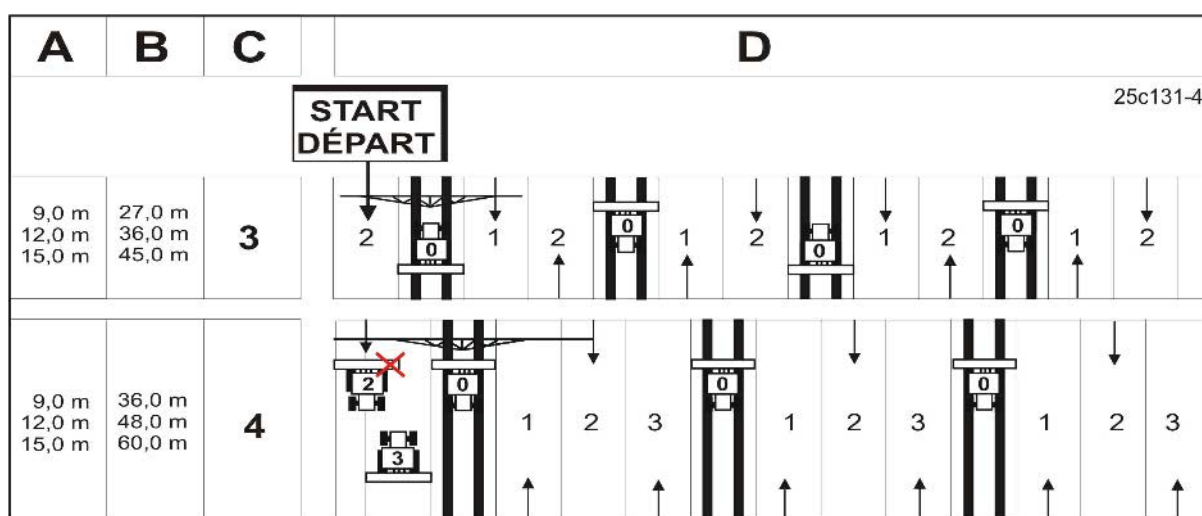

Рис. 61
Создание технологических колей представлено на рисунке (Рис. 61) на нескольких примерах:
1. См. в таблице (Рис. 61):
На рисунке (Рис. 61) показаны примеры создания технологических колей с 4-м ритмом переключения.